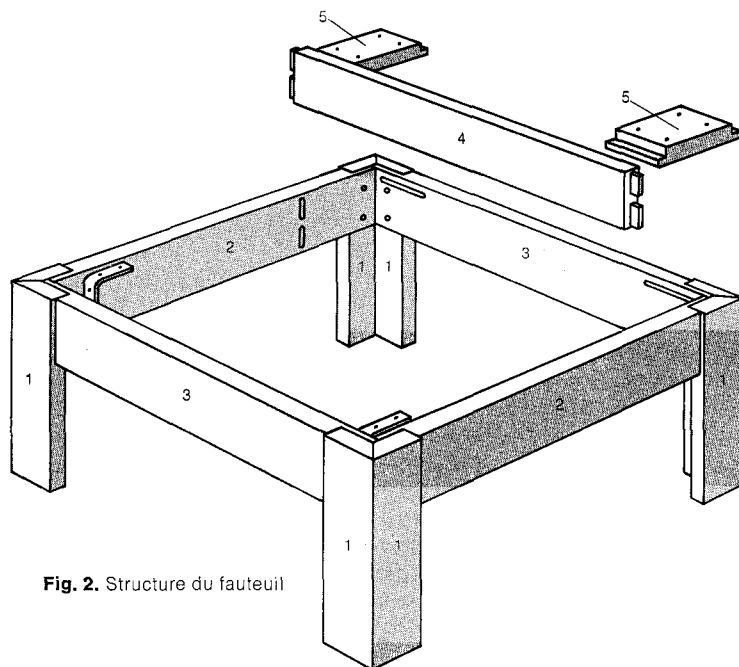

Fig. 2. Structure du fauteuil
Les accotoirs bas conviennent au fauteuil ou au canapé. Préparez les points d'appui en vissant une équerre de 3", comme à la fig. 2. Découpez une encoche de  $\frac{1}{2}$ " x  $\frac{3}{4}$ " à chaque bout des côtés (6). Fixez le dessus et le dessous (7) dans les encoches, collez et fixez avec des clous de 1 $\frac{1}{2}$ " (8). Ajoutez les blocs d'angle. Encochez le panneau dur intérieur (9) pour qu'il s'ajuste entre les traverses de la structure de base, puis fixez-le, ainsi que le panneau intérieur, à l'aide de colle et de clous à tête plate de 1".